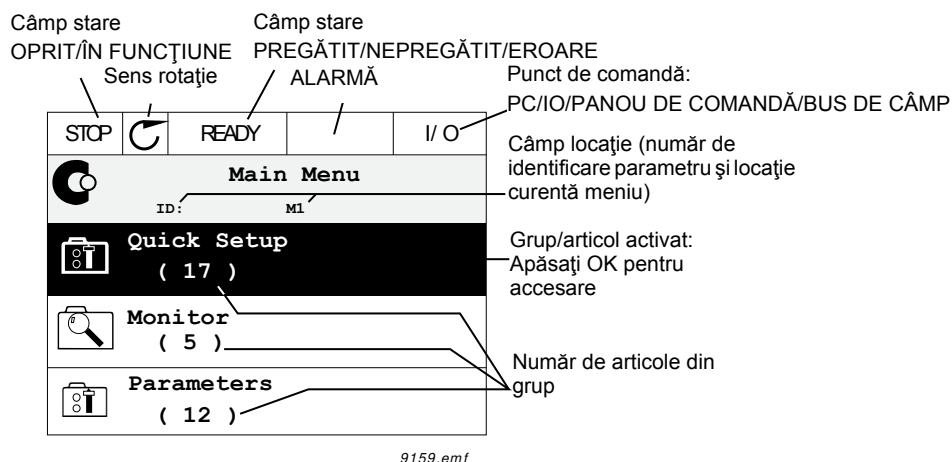

Figura 3. Meniu principal
**Câmpul locație indică locația dvs. curentă. Câmpul stare oferă informații despre starea actuală a unității de acționare.** A se vedea Figura 3.